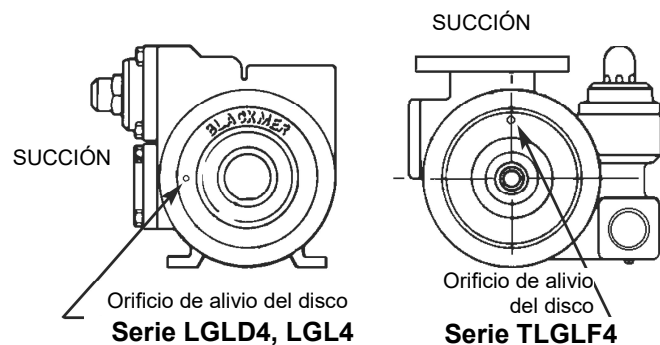

Figura 9 - Ubicación de los orificios de alivio del disco
4. Coloque el disco (71) contra el cabezal (20) con el orificio de alivio del disco ubicado de modo que cuando se monta el cabezal en la bomba con el nombre "Blackmer" en posición vertical, el orificio de alivio del disco quedará en la succión de la bomba, en la posición de las 12 horas en las bombas de la serie TLGLF4 y en la posición de las 9 horas en las bombas de las series LGL4 y LGLD4 (consulte la figura 9). Instale y apriete los tornillos maquinados del disco y las arandelas de seguridad (71A y 71B). Las lengüetas de inserción de la camisa del sello deberán sobresalir a través del orificio central del disco.